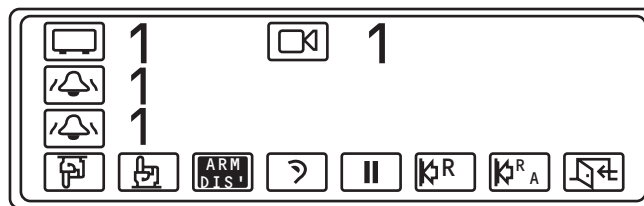

Figura 74. Menu Allarme scattato
1. Selezionare  dal menu principale. L'allarme scattato appare sulla riga 3 del display. Vedere la Figura 74.